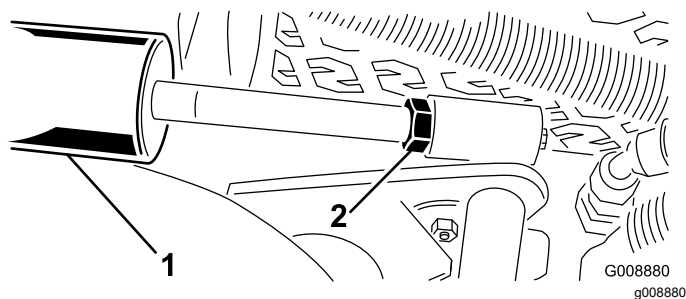

Figura 29
- A. Baje las unidades de corte y afloje la contratuerca del cilindro (Figura 29).